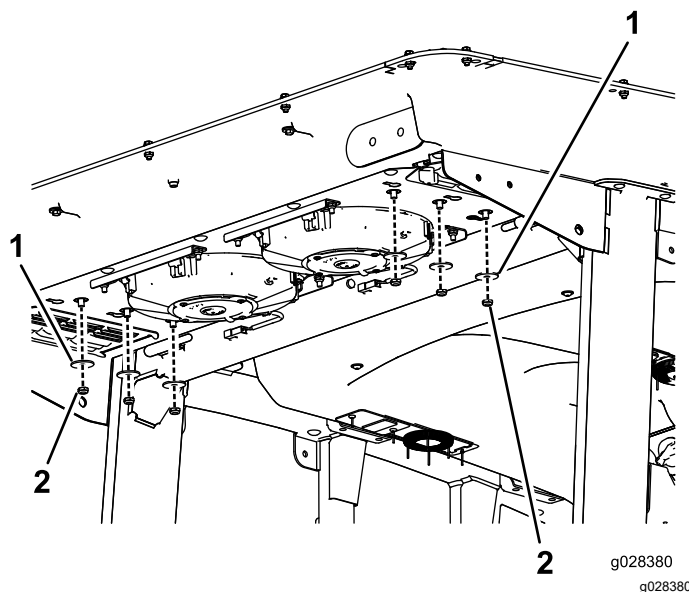

Figura 137
- Togliete 6 dadi e rondelle dal fondo della parte posteriore della cabina (Figura 137).